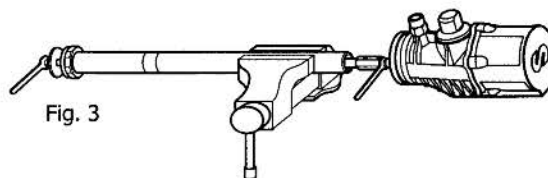

Fig. 3
La figure 3 nous présente à titre informatif une installation type dotée de tous les éléments recommandés pour son bon fonctionnement.
4. Introduce an open end wrench in the milling of the lower part of the air piston and unscrew the nut (41) and remove the washer (40) (fig. 3).
4. Introducir una llave plana en el fresado del eje pistón de aire. Aflojar y quitar la tuerca (41) y retirar la arandela (40) (fig. 3).
4. Introduire une clé plate dans le fraisage de l'axe du piston d'air. Desserrer et retirer l'écrou (41) ainsi que la rondelle (40) (voir fig. 3).